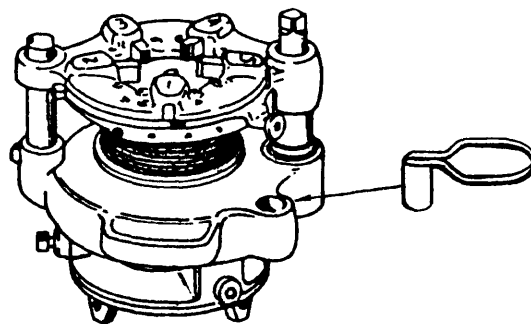

Fig. 11
3. Coloque el anillo o la abrazadera en la terraja (figs. 11 y 12).